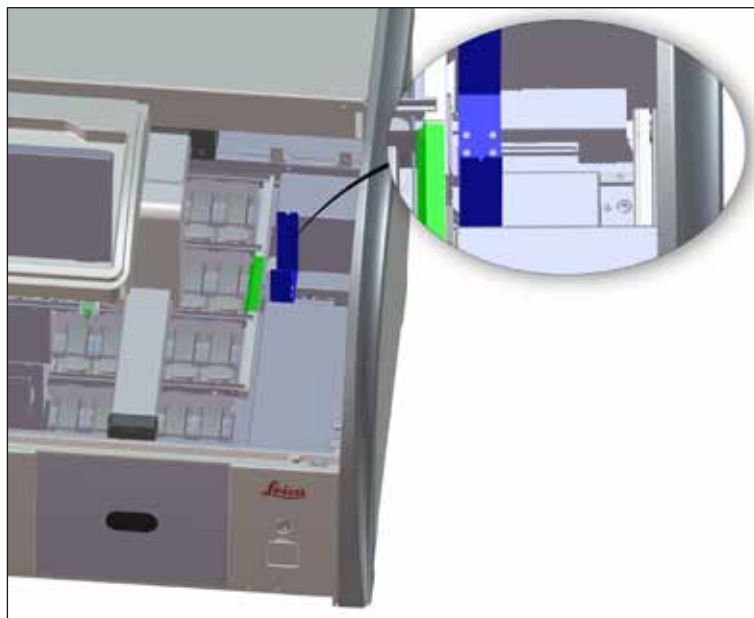

Fig. 94
- Controllare regolarmente che nella stazione di trasferimento (→ "Fig. 94") non vi siano residui di reagente e, se necessario, pulirla utilizzando un detergente delicato al pH neutro, presente in commercio.